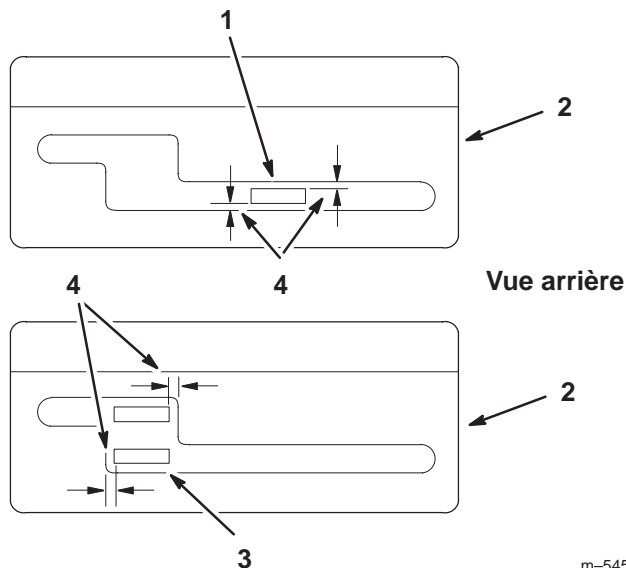

Figure 5
5. Sélectionnez le deuxième rapport et vérifiez l'alignement du levier dans l'encoche de la plaque de changement de vitesse. L'espace entre le haut et le bas du levier doit être égal (Fig. 5).
7. Sélectionnez le point mort et vérifiez l'alignement du levier dans l'encoche de la plaque de changement de vitesse. L'espace de chaque côté du levier doit être égal (Fig. 5).